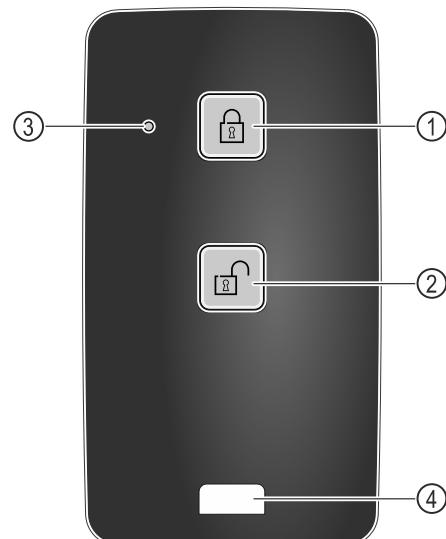

Fig. 245
- (1) Zamknutie zámku
- (2) Odomknutie zámku
- (3) LED stavu
- (4) Upevňovacie oko
- Stlačte tlačidlo Fig. 245 (1) na diaľkovom ovládani.
- Stlačte tlačidlo Fig. 245 (2) na diaľkovom ovládani.
- LED stavu Fig. 245 (3) vydá po stlačení tlačidla optickú odozvu.
- Oko Fig. 245 (4) na upevnenie diaľkového ovládania, napríklad na zväzku kľúčov.